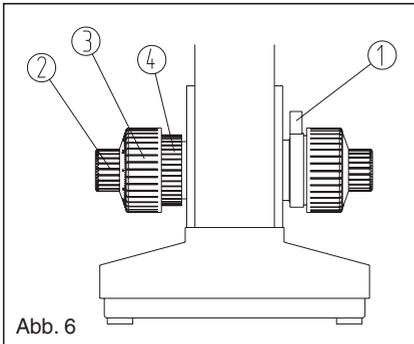

Abb. 6
Das Instrument verwendet eine mechanische koaxiale Grob/Feinfokussierung. Durch Einstellen der Rändelschraube ④ zum Spannen der Rändelschraube für die Grobfokussierung ③ wird verhindert, dass das Präparat vom Objektisch rutschen kann. Der Begrenzungsknopf ① verhindert den unbeabsichtigten Kontakt zwischen Präparat und Objektiv. ② ist die Rändelschraube für die Feinfokussierung. (Abb.6)